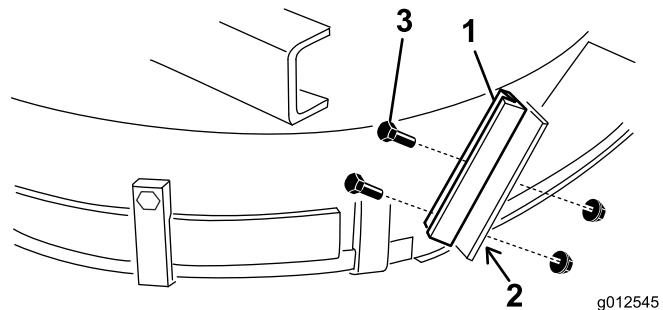

図 17
1. 新しいデフレクターストップを型紙として、元の平らなデフレクターストップの上にセットする図 17。新しいデフレクターストップの底面が面一となっており、デッキ側面に接触し、デフレクタサポートの外側エッジに平行であることを確認する。
- 古いデフレクタサポートに新しいデフレクタサポートを取り付けるボルト $1/4-20 \times 3/4$ インチ2本とナットロックナット $1/4-20$ インチを使って図 17 のように取り付ける。